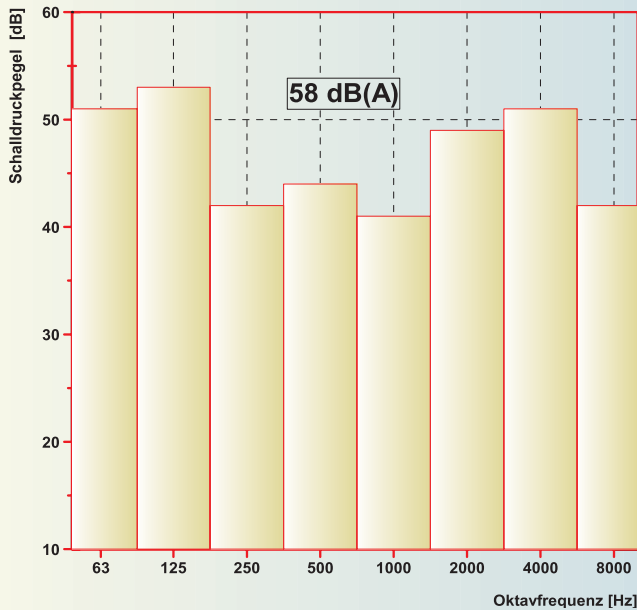

Abb. 2 A-bewertetes Oktavspektrum zum 1. Beispiel, Schalldämpferlänge 1500 mm
Wie die Pegelrechnung über alle Oktaven zeigt, werden als Gesamtergebnis lediglich 58dB(A) erreicht, also 8dB mehr, als nach der 250Hz-Methode zu erwarten gewesen wäre. Der Grund: Der Summenpegel wird in diesem Beispiel durch die Oktavfrequenzen 125Hz sowie 4kHz, 63Hz und 2kHz bestimmt. Die Pegeladdition dieser Anteile ergibt 58dB(A). Der Pegel bei 250Hz liegt deutlich unter diesem Wert und liefert keinen nennenswerten Beitrag zum Summenpegel, wie auch leicht aus der Darstellung des Spektrums erkennbar ist (Abb.2).